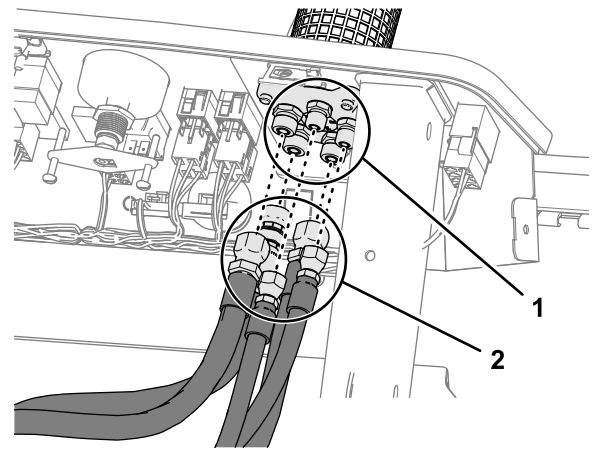

Figura 48
3. Desconecte las 5 mangueras de dirección de los acoplamientos de la válvula de dirección (Figura 48).